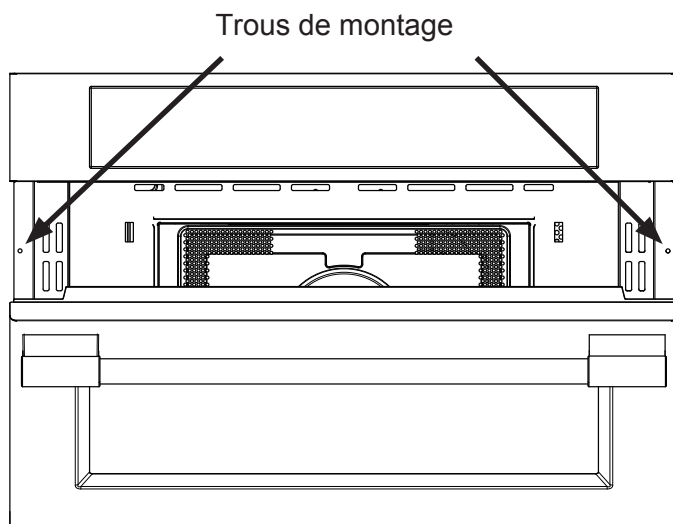

Figure 5 : Trous de montage des vis
1. Les trous de montage dans les garnitures latérales peuvent être utilisés comme gabarit pour localiser la vis de montage de l'appareil (voir figure 5).